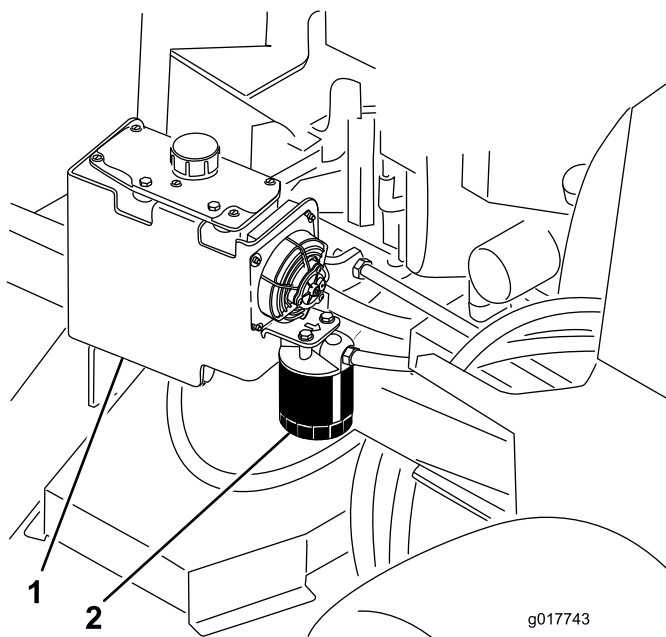

Figure 77
3. Trouvez le filtre et placez un bac de vidange au-dessous (Figure 77).